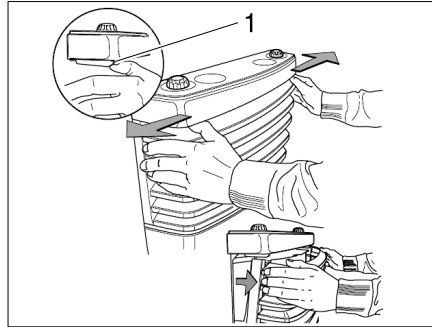

Bild 101 Heizungsverkleidung abnehmen
- Heizungsverkleidung abnehmen. Dazu die Verschlussfedern (Bild 101,1) seitlich nach außen drücken, Verkleidung nach vorn schwenken und aus den unteren Lagern heben.